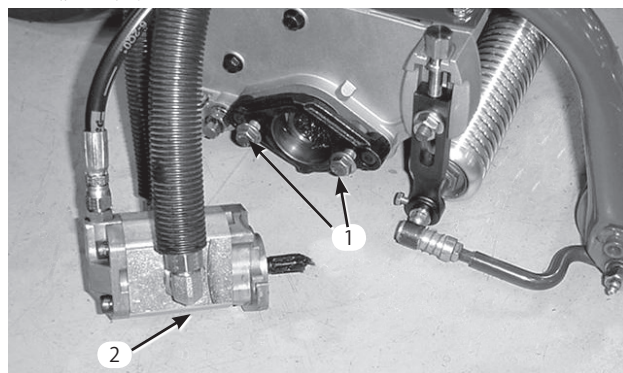

図13
7. 各カuttingユニットに リールモータ固定ナットを取り付ける。ネジ山を 13 mm 程度突き出させておく (図13)。
向にひねってスタッドを一回かわし、次に左回りにひねって、キャップスクリューにフランジをしっかりと掛ける。キャップスクリューを締めてモータを固定する(図13)。